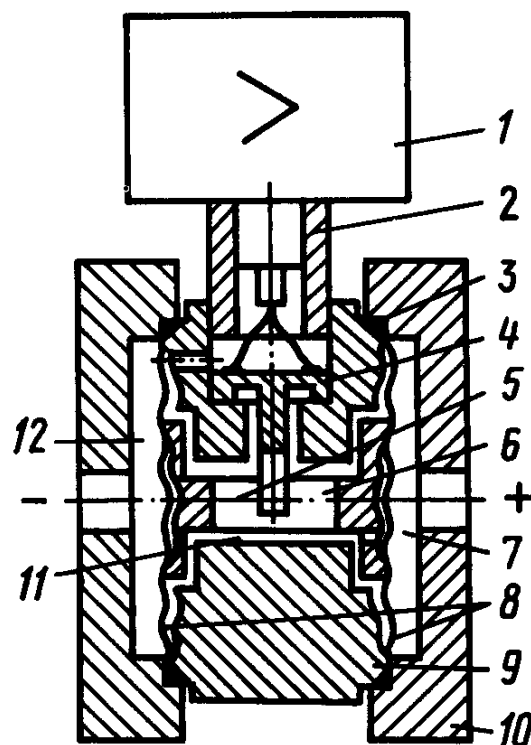

Рисунок 4
1.5.8 Преобразователи Сапфир-22М моделей 2110, 2120, 2130, 2140, 2310, 2320, 2330, 2340 отличаются от преобразователей, описанных в 1.5.7 тем, что камера 12 (рисунок 4) сообщена с окружающей атмосферой.
Преобразователи Сапфир-22М моделей 2210, 2220, 2230, 2240 отличаются тем, что измеряемое давление подается в камеру 12 (рисунок 4), а камера 7 сообщена с атмосферой.